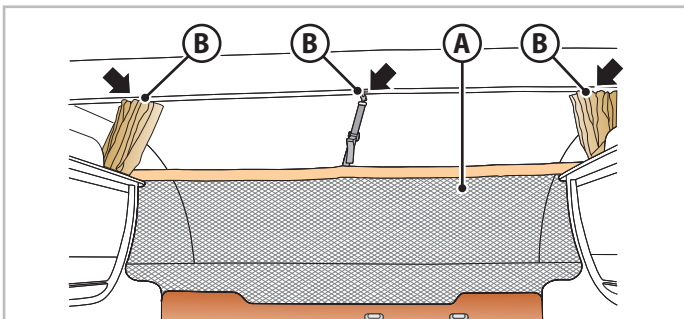
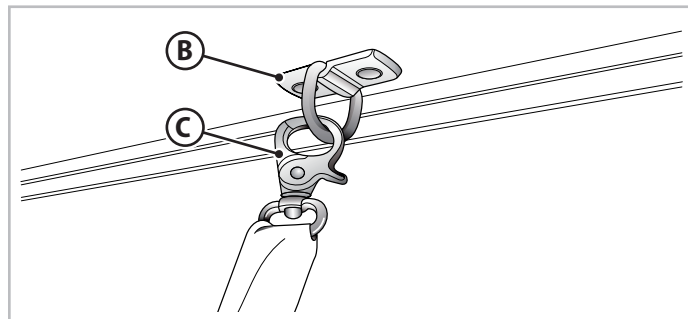

Fig.6.18 - Beskyttelsesnet til sænkeseng
Fig.6.19 - Beskyttelsesnettets krog
- Fastgør beskyttelsesnettet (**A** - Fig.6.18) ved hjælp af krogene (**B** - Fig.6.18 og Fig.6.19) i de relevante ringe (**C** - Fig.6.19).